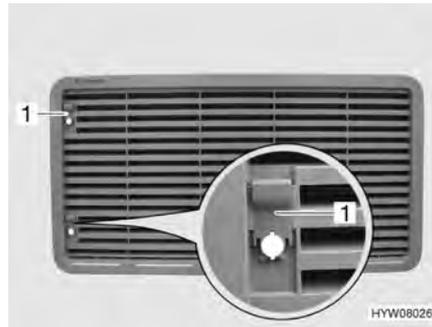

Fig. 155 Griglia di aerazione del frigorifero (con cursore)
- Spingere il cursore (Fig. 155,1) verso l'alto.